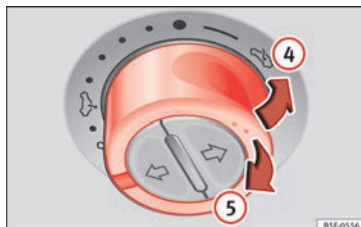

Abb. 14 Im Dachhimmel: Schalter zum Ausstellen oder Absenken des Dachs drücken bzw. ziehen.
- Hochfahren: Drücken Sie den Schalter auf die Position » **Abb. 14** . Zum Einstellen einer Zwischenposition betätigen Sie den Schalter bis die gewünschte Position erreicht ist.
- Senken: Ziehen Sie den Schalter auf die Position » **Abb. 14** . Zum Einstellen einer Zwischenposition betätigen Sie den Schalter bis die gewünschte Position erreicht ist.